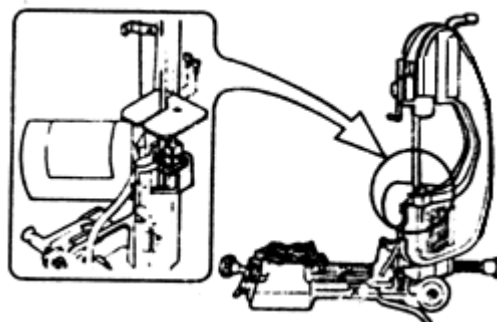

Рис.18.
- Снимите контурную пластину со стороны зажимного приспособления и закрепите ее винтами к нижней головке направляющей пилки (рис. 18).